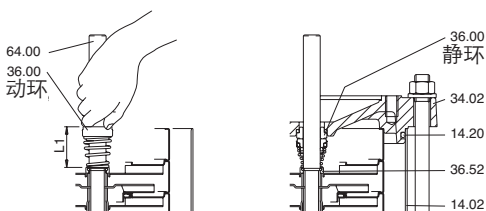

图.5 插入机械密封
5. 拆下螺丝(61.07)和笼型支架(32.00),其和轴承(66.00)及联轴器(64.22)作为整体从上端盖(34.02)顺轴(64.00)抽出(图.5)。
检查安装前后的长度并把动环升起与到与原始长度(图5)一致。